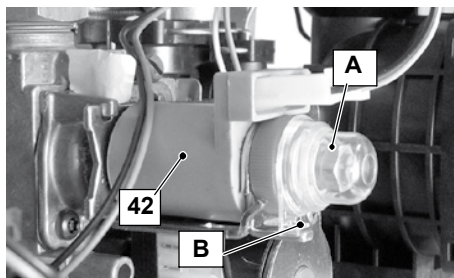

Figura 7.2
- Rimuovere il tappino di protezione "A" dell'operatore modulante 42 in Figura 7.2 ruotandolo in senso orario per liberarlo dal fermo "B" e facendo leva con un cacciavite piatto nella scanalatura.
- Rimontare il tappino di protezione "A" Figura 7.2